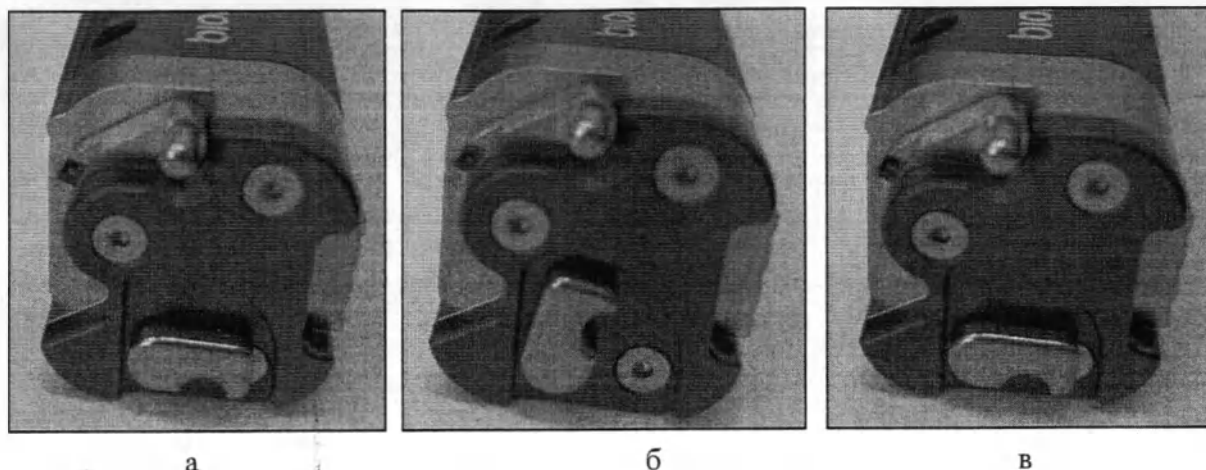

Рисунок 15 – Снятие пистолета BIOCUT-N с предохранителя, где:
- Перед приведением в действие снимите пистолет BIOCUT-N с предохранителя переводом предохранительной защелки в соответствующее положение (рисунок 15, а, б), при этом важно соблюдать положение пистолета BIOCUT-N и выравнивание иглы биопсийной.
- После снятия с предохранителя нажмите спусковую кнопку (рисунок 15, б). Произойдет выстрел иглы биопсийной – игла биопсийная выстреливает вперед, срезая образец ткани и закрывая его в стилете иглы биопсийной до момента извлечения. При этом предохранитель автоматически возвращается в исходное положение (рисунок 15, в).